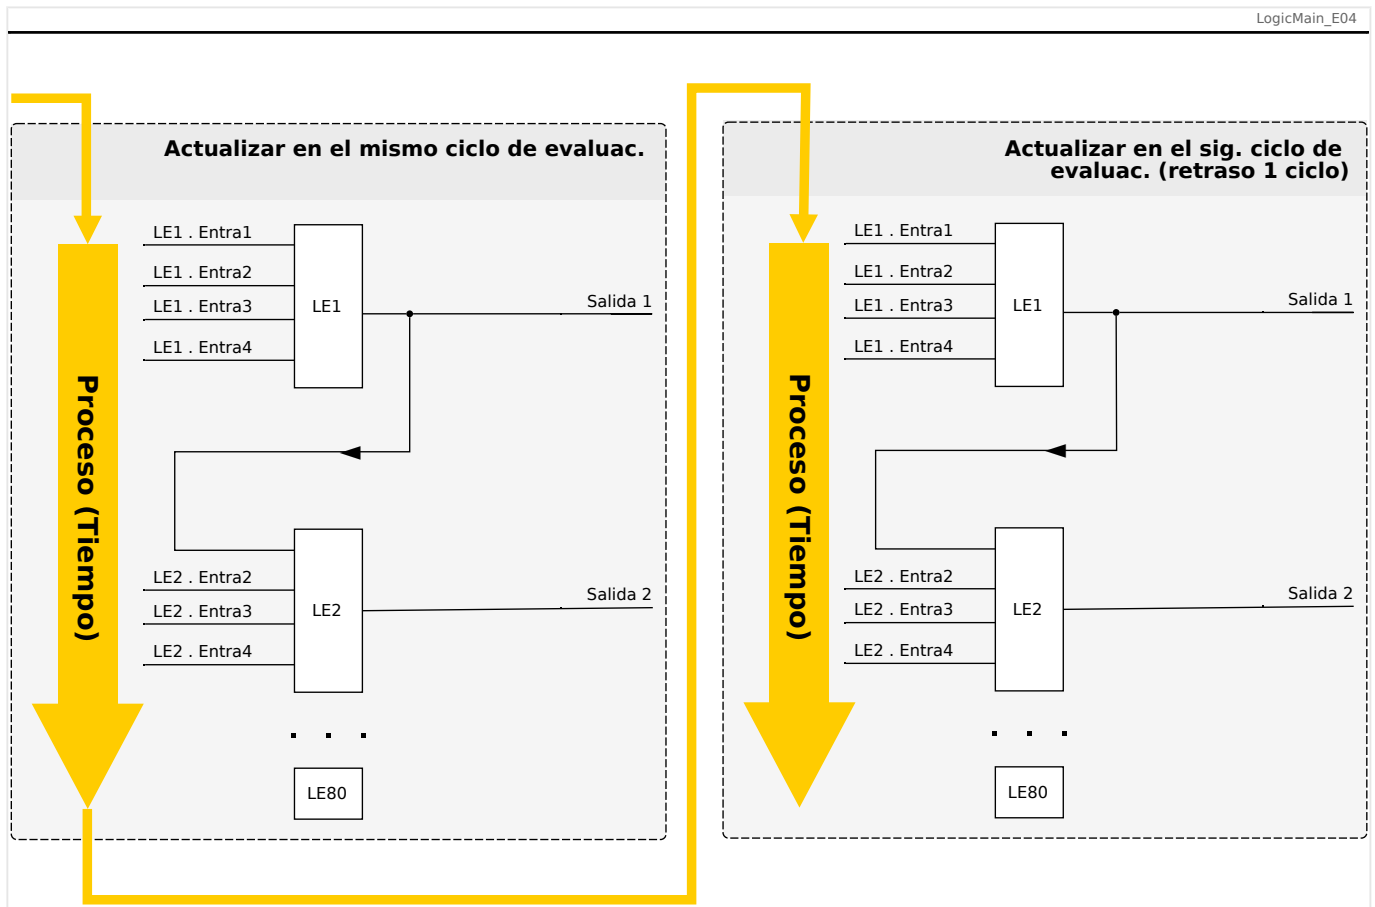
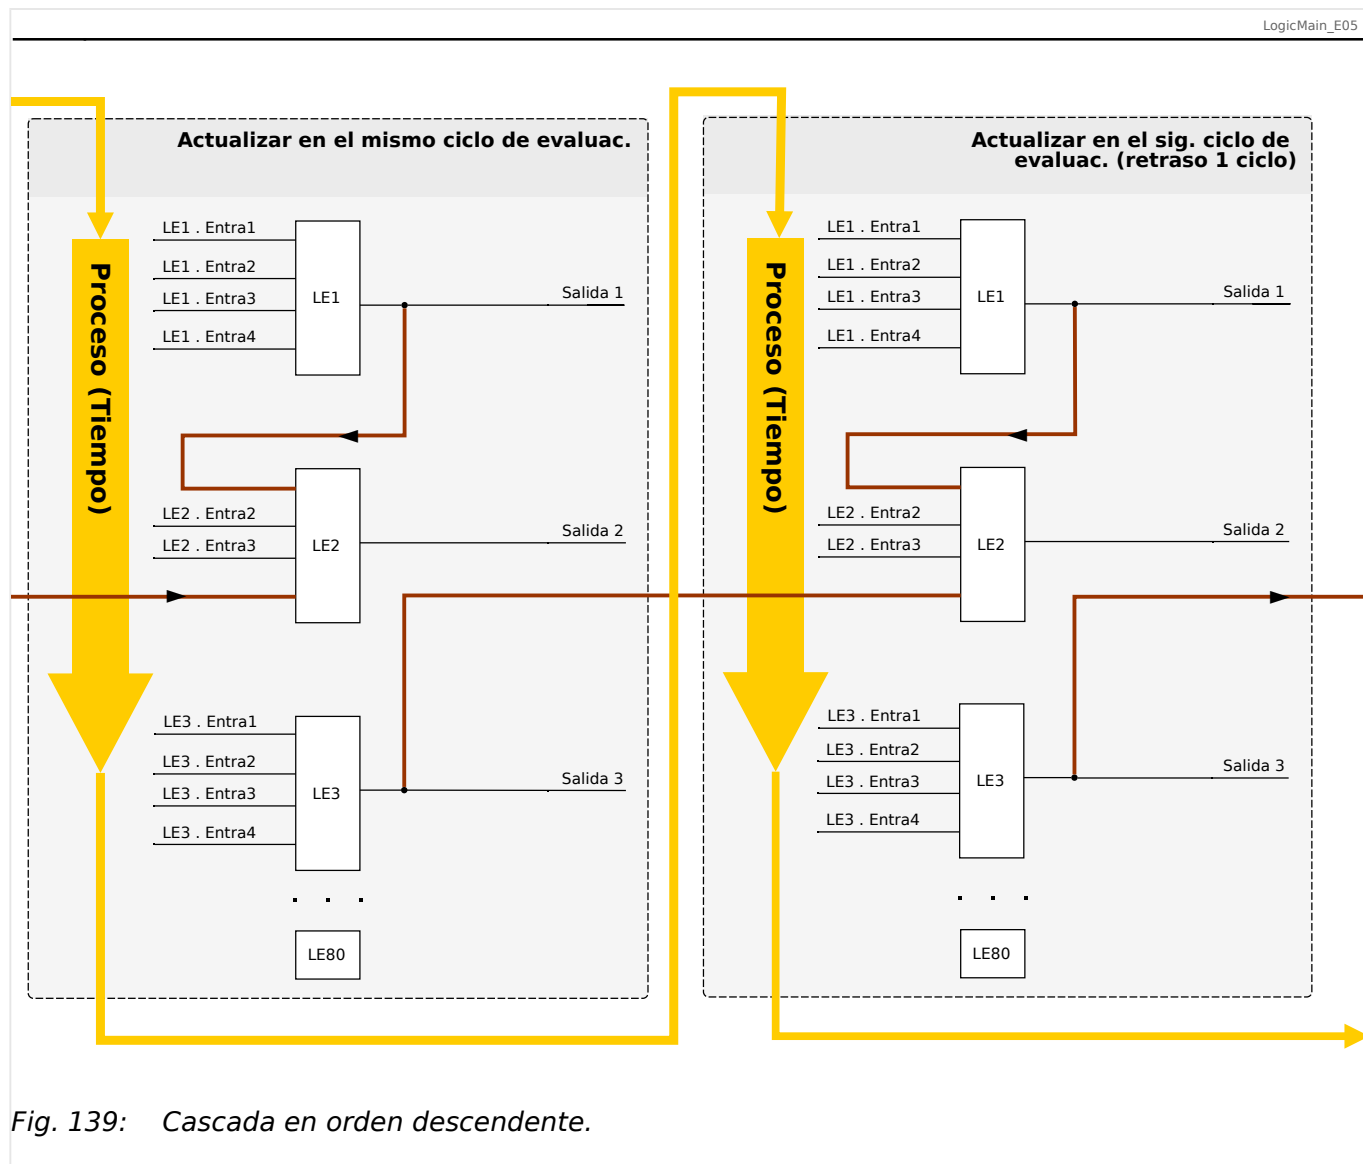

Fig. 138: Cascada en orden ascendente.
Fig. 139: Cascada en orden descendente.
- Una secuencia **ascendente** quiere decir que algunas de las salidas se usarán como entradas de una ecuación lógica con un número **mayor**. Por ejemplo, en el diagrama  Fig. 138 siguiente, se muestra un ejemplo en el que el resultado de la ecuación lógica LE1 se usa como entrada de la ecuación lógica LE2.
- Una secuencia **descendente** quiere decir que algunas de las salidas se usarán como entradas de una ecuación lógica con un número **inferior**. Por ejemplo, en el diagrama  Fig. 139, se muestra un ejemplo en el que el resultado de la ecuación lógica LE3 se usa como entrada de la ecuación lógica LE2.
Tanto la secuencia ascendente como la descendente se pueden usar y combinar entre sí, sin ninguna diferencia inmediata. Sin embargo, como todas las ecuaciones se evalúan en orden ascendente, los valores de tiempo de ejecución en sí que se usen como la entrada de una ecuación tendrán una "antigüedad" distinta, como se muestra en  Fig. 138 y  Fig. 139 a continuación.
En el ejemplo mostrado anteriormente en Fig. 139, la “Ecuación lógica 2” usa los estados de salida de otras dos ecuaciones, la “Ecuación lógica 1” y la “Ecuación lógica 3”. El resultado de la “Ecuación lógica 1” se usa en orden ascendente y, por lo tanto, se evalúa con el mismo ciclo de proceso. El resultado de la “Ecuación lógica 3” se usa en orden descendente y, por lo tanto, se evalúa en el ciclo de proceso anterior.